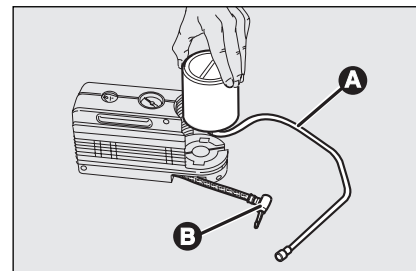

Рис. 17
- ☐ отсоедините соединитель **В**, **рис. 17**;